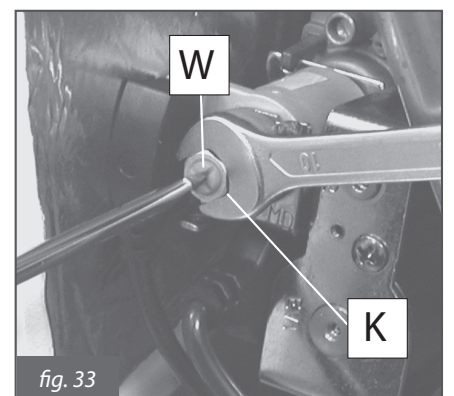

fig. 33
para regular el valor de la presión, manteniendo bloqueada la tuerca **K** con una llave de 10 mm, girar el tornillo **W** en sentido HORARIO para aumentar la presión, en sentido ANTIHORARIO para disminuir (fig. 33);
- girando la tuerca **K** (externa - fig. 33) en sentido HORARIO la presión a los inyectores aumenta, girando en sentido ANTIHORARIO disminuye;